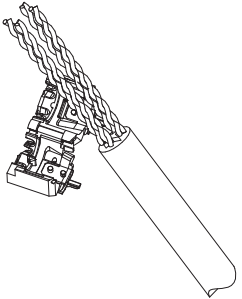

Fig 2.
4. Line up the wire manager with the blue pair indication on the label in line with the blue pair of the cable. Ensure that the end of the cable jacket is at the cable jacket stop inside the wire manager, and click the wire manager closed. (See Fig. 2).
4. Aligner la paire bleue du câble sur la marque correspondante trouvée sur l'étiquette du gestionnaire. S'assurer que le bord de la gaine s'appuie sur la butée interne du gestionnaire et refermer ce dernier (figure 2).
4. Alinee el guidor de cable del par azul con la indicación en la etiqueta en la línea con el par azul del cable. Asegúrese que la punta del forro del cable esté en el tope de la cubierta del cable en el interior del guidor de cable y cierre el guidor de cable hasta que haga un clic de cerrado (Ver Fig. 2).